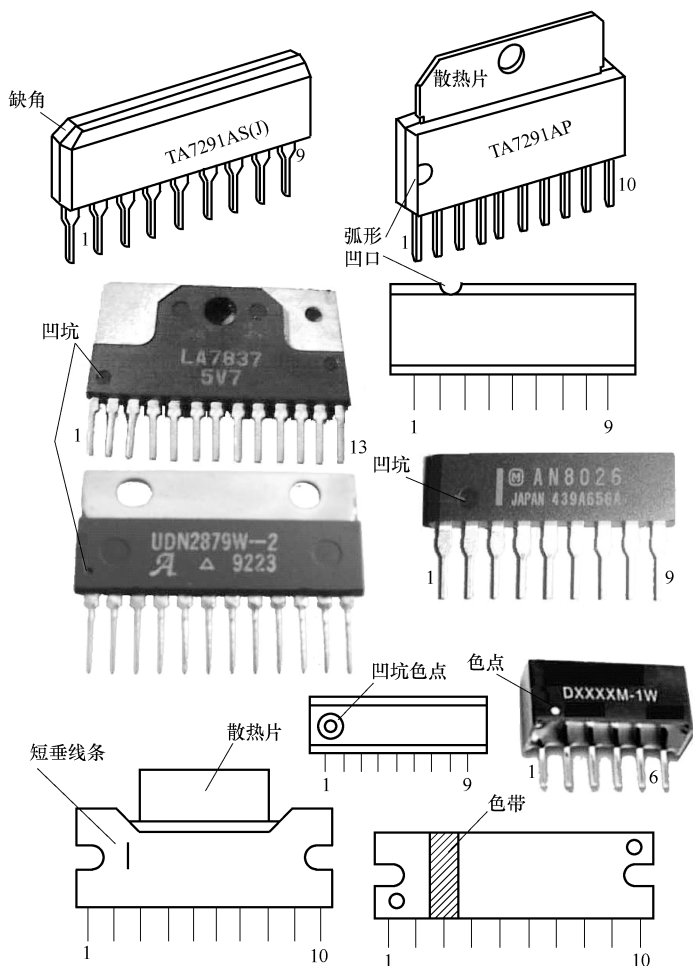

图4-1 单列直插式集成电路引脚排列
单列式封装有单列直插式封装（Single In-line Package，SIP）集成电路的引脚只有一列，且引脚为直插式。单列直插式集成电路的封装具体外形有很多，集成电路都有一个较为明显的标记来指示第一根引脚的位置，而且自左向右依次为各引脚。单列直插式集成电路上常用的定位标记有缺角、弧形凹口、色点、凹坑、小孔、线条和色带等（见图4-1）。识别时，让引脚朝下，面对型号或定位标记，从定位标记一侧的第一只引脚数起，依次为①引脚、②引脚、③引脚、④引脚…。若为无任何标记的单列直插式集成电路，则将印有型号的一面朝着自己，且将引脚朝下，最左端为第一根引脚为①引脚，依次为各引脚。